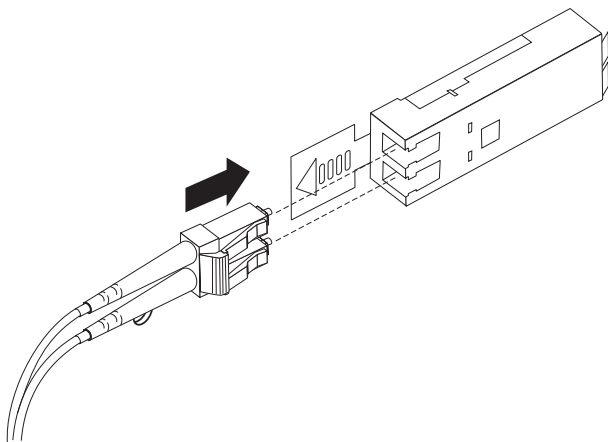

Figura 3-14. Inserindo um Cabo Fibre Channel LC-LC em um Módulo SFP
4. Insira com cuidado essa extremidade do cabo LC-LC em um módulo SFP instalado no subsistema de armazenamento. O conector do cabo é chaveado para instalação correta. Segurando o conector, empurre o cabo até que ele se encaixe na posição, conforme mostrado na Figura 3-14.